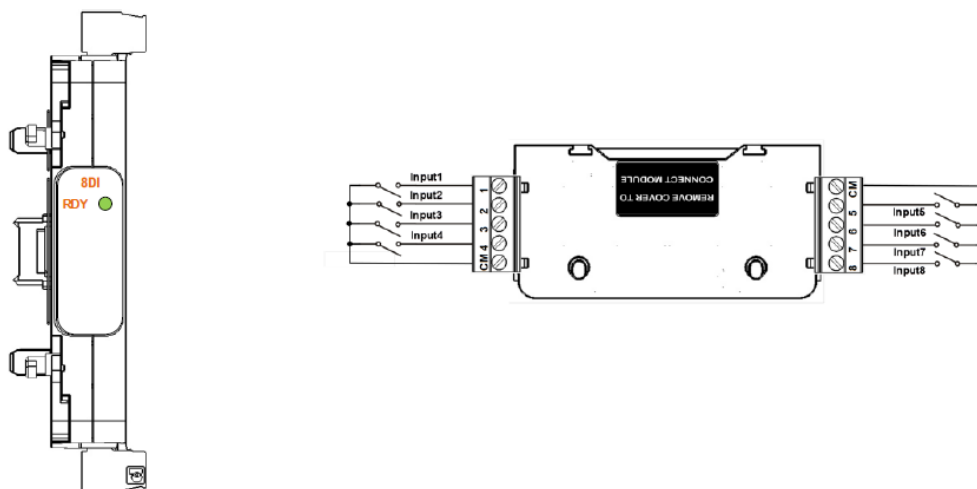

Рисунок 29-2 – Схема электрического подключения дополнительного модуля входных дискретных сигналов
2.2.2.6 Схемы электрического подключения дополнительных присоединяемых модулей дискретных сигналов аналогичны схеме подключения встроенного модуля (рисунок 29-2).